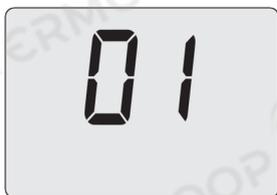

Figura 7.6
- Premendo il tasto 16 sul display LCD appare il numero **01**, indicante l'entrata nell'attivazione della "funzione spazzacamino" alla potenza minima (Figura 7.6).